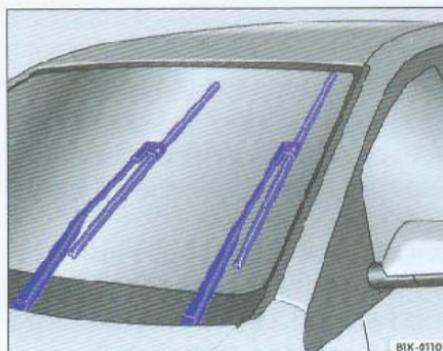

图11 处于更换位置的前风窗刮水器
- 10秒钟内，拨下风窗清洗器操纵杆，使风窗清洗器刮水片移至更换位置 \Rightarrow 图11。